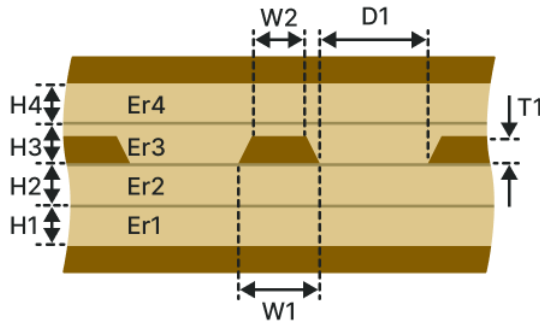

Рис. 172 Копланарная полосковая ЛП (КП-2Н2В)
- Копланарная полосковая ЛП (КП-2Н2В), см. Рис. 172.